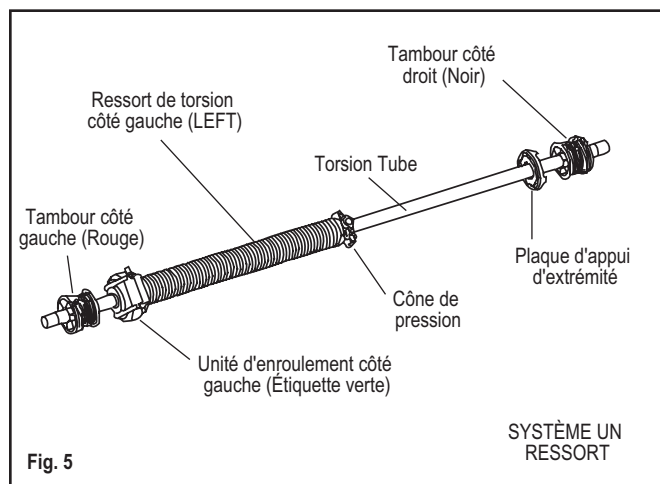
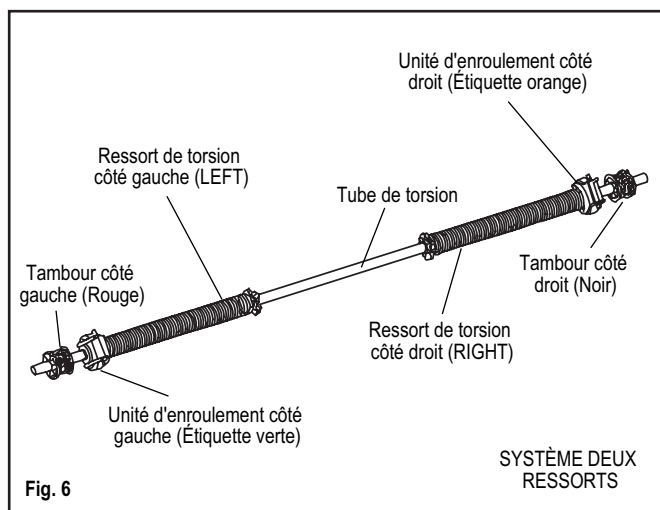

Fig. 5
Fig. 6
Glisser le(s) ressort(s), tambours, unité(s) d'enroulement et support d'appui d'extrémité (si fourni) sur le tube de torsion tel qu'illustré dans la Fig. 5 et la Fig. 6. Un alignement peut être requis avant que le tube passe à travers la bague d'espacement à l'intérieur du ressort.
**Si vous avez un ressort**, voir Fig. 5 pour la configuration des composants sur le tube de torsion. Le ressort avec « LEFT » dessiné au pochoir et les composants verts DOIVENT être mis du côté gauche du tube. S'assurer que le support d'appui d'extrémité est orienté de sorte que l'appui fasse face au tambour droit.
**Si vous avez deux ressorts**, voir Fig. 6 pour la configuration des composants sur le tube de torsion. Le ressort avec « LEFT » dessiné au pochoir et les composants verts DOIVENT être mis du côté gauche du tube et le ressort avec « RIGHT » dessiné au pochoir et les composants oranges DOIVENT être mis du côté droit du tube. Le coupleur du tube de torsion sera situé entre les deux ressorts si équipé de deux ressorts.